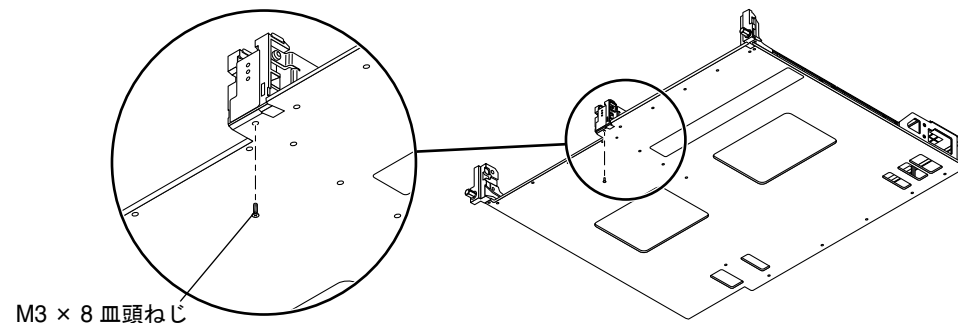

図 2 T レールガイドを取り外したあとのセンターガイド留め具の固定
4. FRU パッケージにある M3×8 皿頭ねじの 1 本を使用して、センターガイド留め具を新しいキャリアプレートに固定します。詳細は、図 2 を参照してください。残りの 8 本のねじは廃棄します。